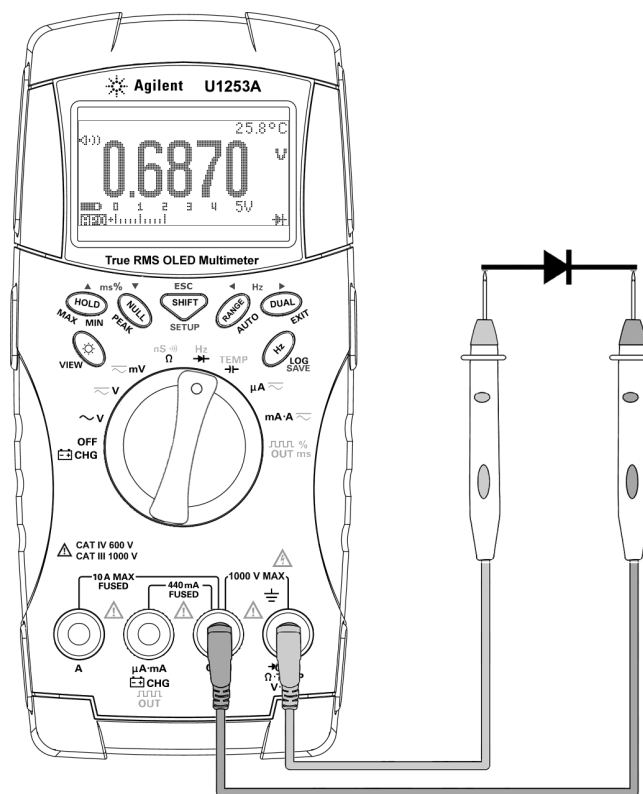

图 2-10 测量二极管的正向偏压
- 3 将红色测试引线 with 二极管的正端子 (正极) 连接，将黑色测试引线 with 负端子 (负极) 连接。请参阅第 44 页上的图 2-10。